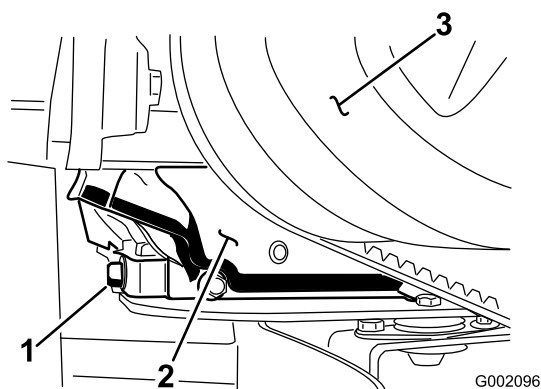

Рисунок 30
- Снимите пробку сливного отверстия (Рисунок 30).